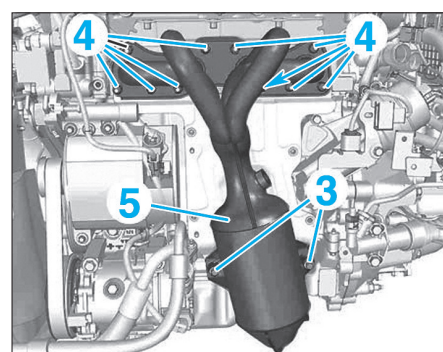

FIG. 61
- les écrous (3) (Fig.61),
- les vis (4),
- l'ensemble collecteur/catalyseur (5),